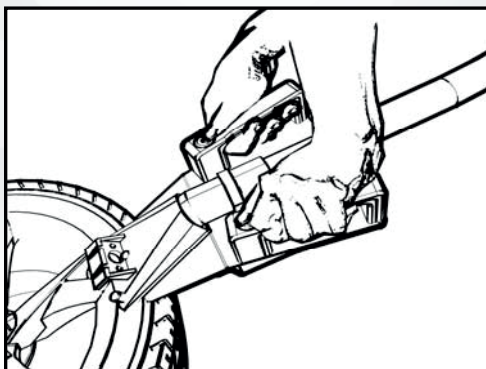

Рис.6
- Нажать руками кнопки продувки (см. Рис. 6), из сопла может выйти мощная струя воздуха.